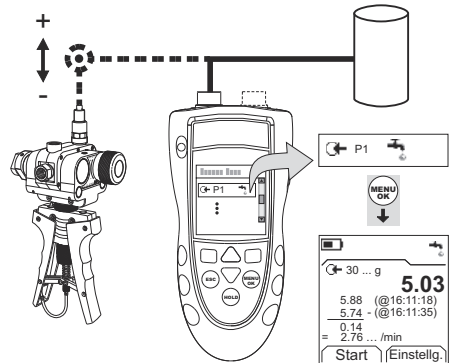

Abbildung 3: Beispielkonfiguration: Leckagetest
1. Schließen Sie das Gerät an (Abbildung 3) und ändern Sie ggf. die Option Konfig. (Tabelle 1).